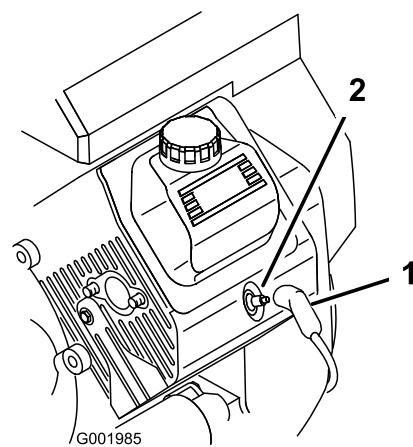

図 53
3. 点火プラグのコードが抜けているのを確認する(図 53)。
3. 点火コードを取り付ける（図 53）。